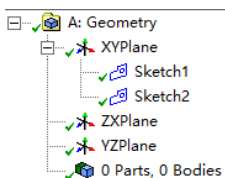

图 3-96 添加 Sketch2
2) 单击工具栏中的 “New Sketch” 按钮，此时在树结构图中的 “XYPlane” 选项下将生成 “Sketch2”，如图 3-96 所示。